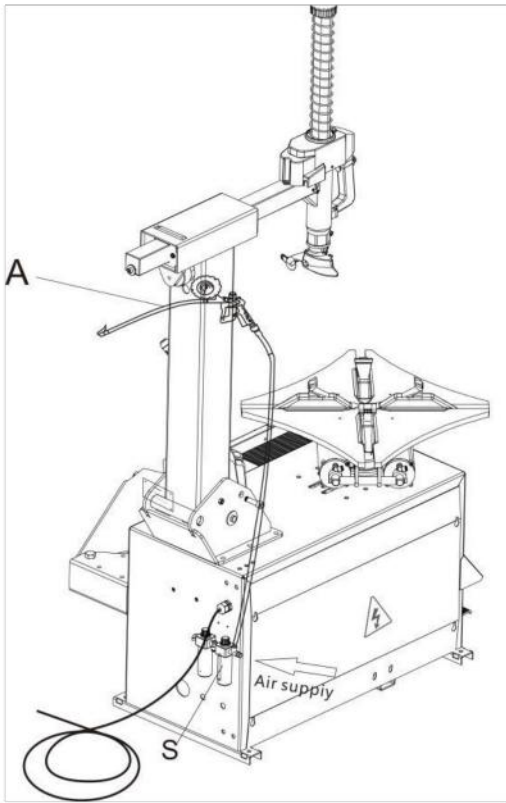

Fig. 12
- Brancher l'alimentation en air comprimée au connecteur situé entre le lubrificateur et le filtre à air S (comme sur la fig. 12, dans le sens des flèches).